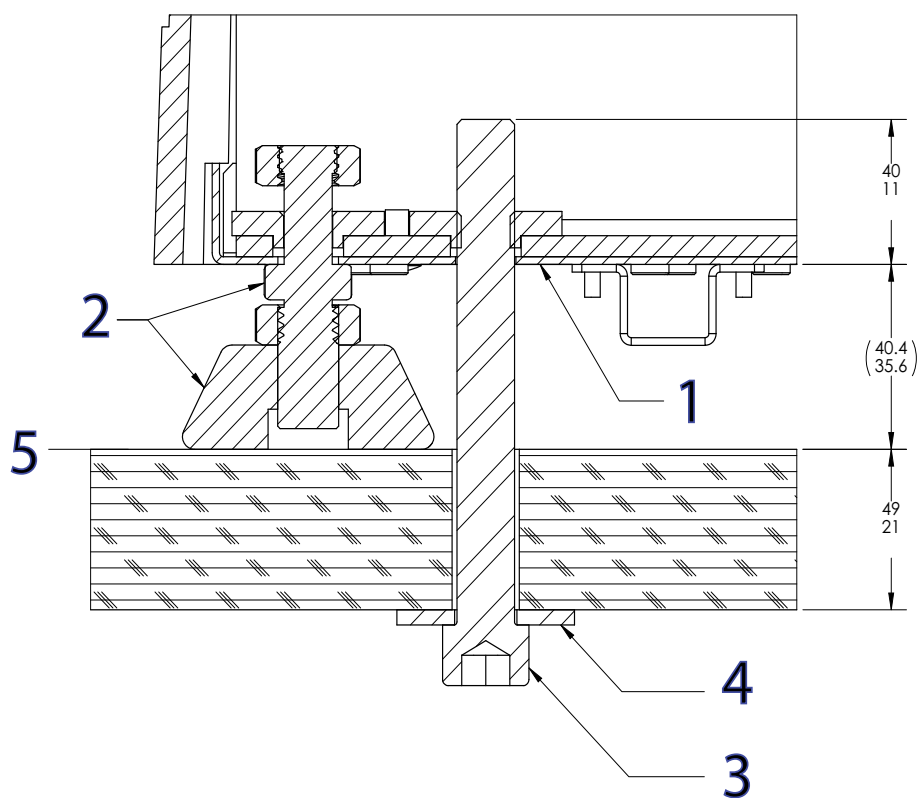

图 17. 将机架固定到工作台
图标图 17
3. 如第 65 页图 17 所示，安装各个螺栓和超大垫圈。